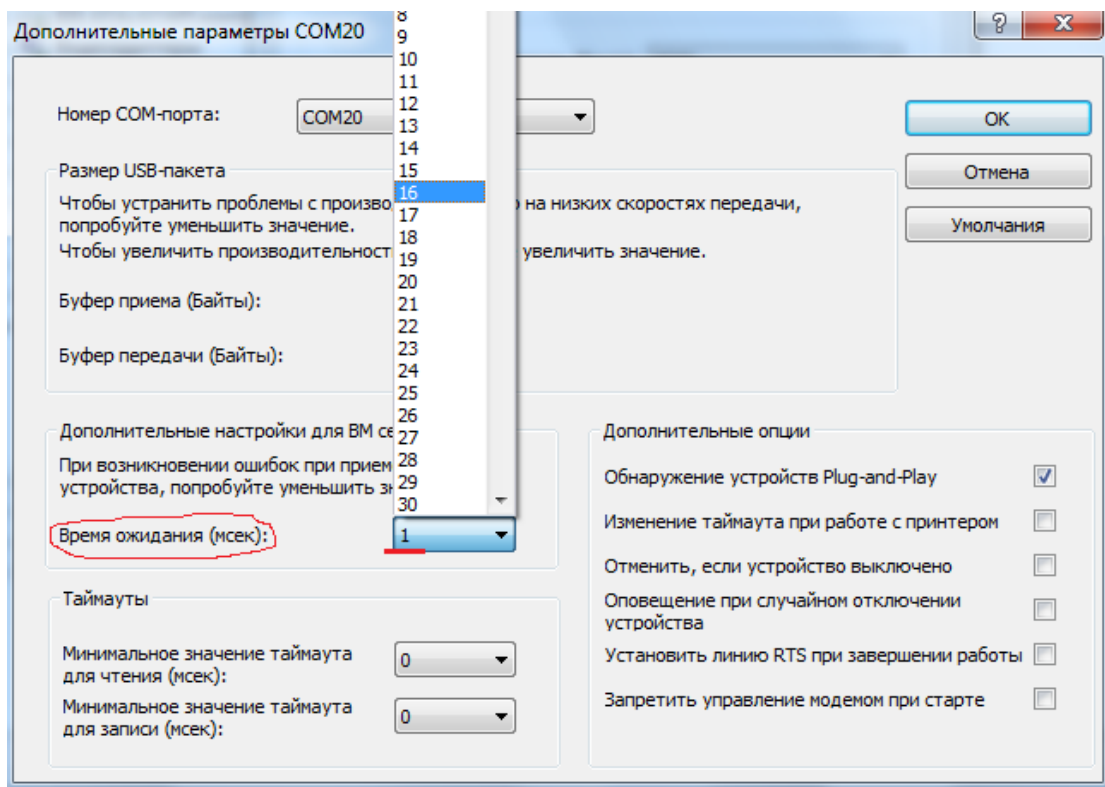

Рис. 11
6. В открывшемся окне рис.11 найти параметр **Время ожидания** и установить его значение равное **1**, после чего применить действие, нажав кнопку **ОК**